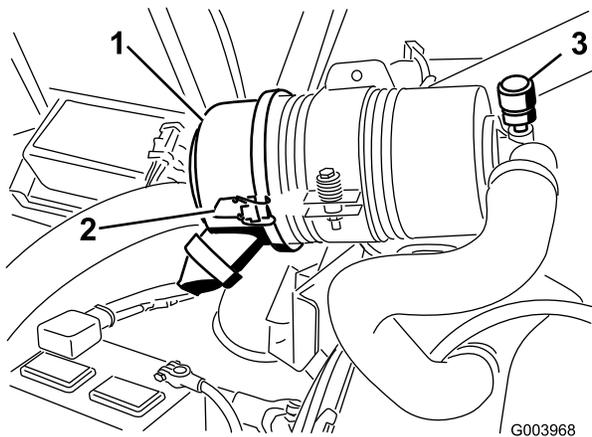

Bild 61
Warten Sie den Luftfilter nur, wenn die Wartungsanzeige dies angibt (Bild 61). Das frühzeitige Auswechseln des Luftfilters erhöht nur die Gefahr, dass Schmutz in den Motor gelangt, wenn Sie den Filter entfernen.
1. Lösen Sie die Laschen, mit denen die Abdeckung am Luftfilterkörper befestigt ist (Bild 61).